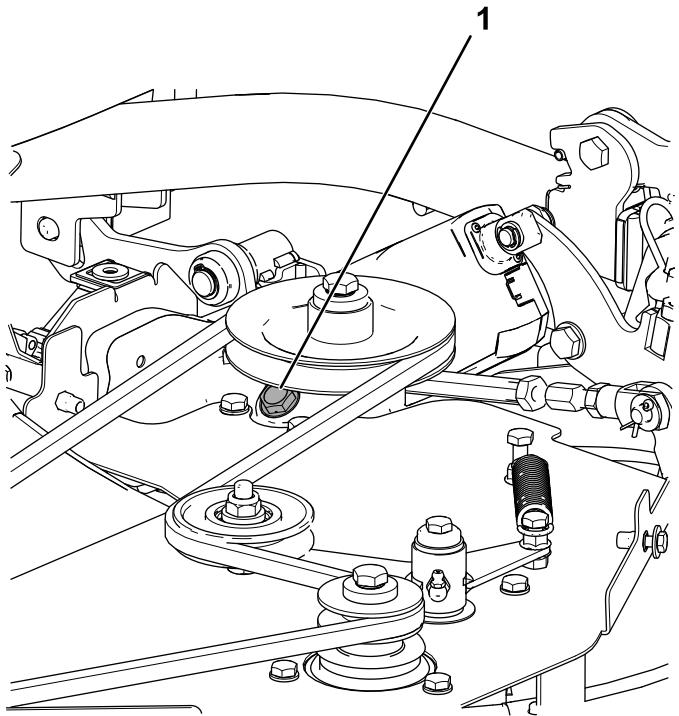

Figura 94
1. Retire el tapón de la caja de engranajes de la unidad de corte (Figura 94).
3. Coloque el tapón de la caja de engranajes de la unidad de corte (Figura 94).